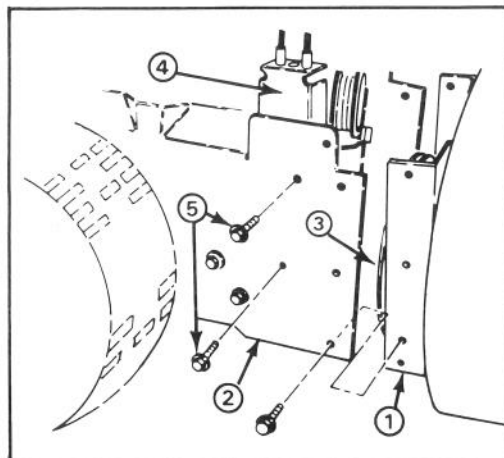

Figure 1
### MONTAGE DU CARÉNAGE DE LA TARIÈRE (fig. 1 à 3)
2. Alignez le carénage de la tarière en regard des orifices de fixation du châssis du moteur (fig. 1).